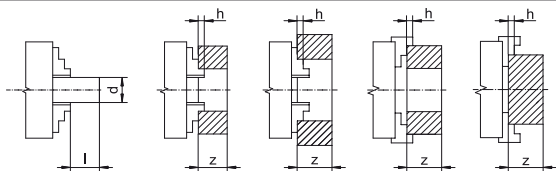

Abb. 16
- Backen mit langen Außenschraggen bei voller Verzahnung der Backe im Eingriff der Planspirale, Abstützung gemäß Tab. 11 und Abb. 16.